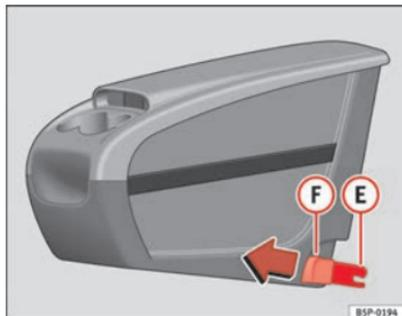

Fig. 112 Porta-objects móvel. Montagem
⇒ página 148, fig. 112, com as duas anilhas de fixação **G**
- Puxe cada um dos botões ⇒ página 148, fig. 112 **F** das pinças (botões vermelhos) para a frente, até ouvir que desencaixaram.